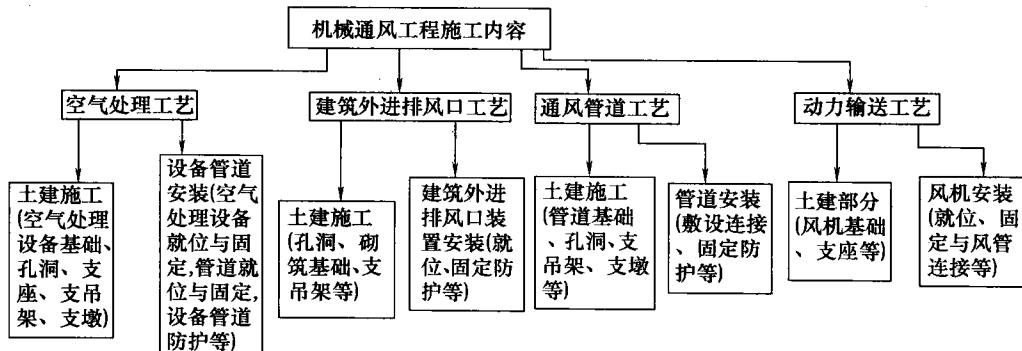

图 1-2 机械通风工程施工内容
机械通风施工内容按其工艺作用及其所包含的工程量如图 1-2 所示。
- 4) 按图 1-2 所示的机械通风工程施工内容进行空气处理工艺、进排风口工艺、通风管道工艺、动力输送工艺的施工。